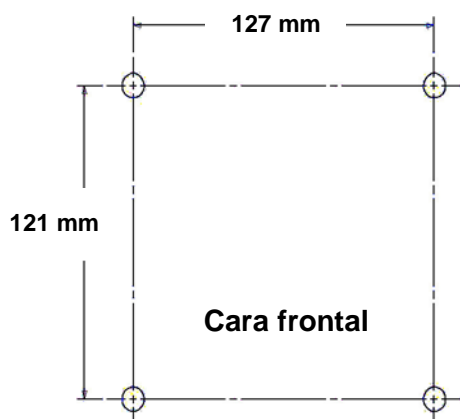
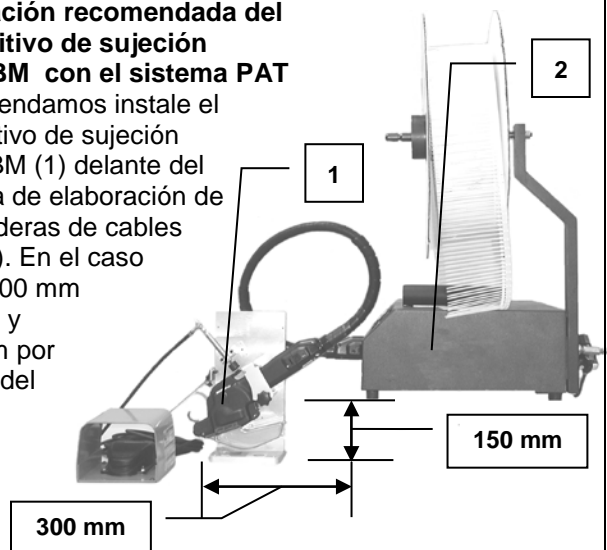

Figura 2: Dimensiones para el montaje del dispositivo de sujeción PATMBM
Figura 3: Colocación recomendada del dispositivo de sujeción PATMBM con el sistema PAT
Fije la placa base (1) según la figura 2 en la mesa de trabajo. Recomendamos coloque el dispositivo de sujeción PATMBM en combinación con el sistema PAT tal y como lo muestra la figura 3.